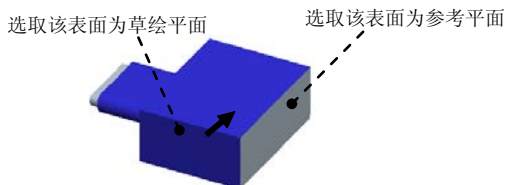
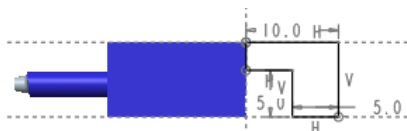

图 31.74 定义草绘平面
图 31.75 截面草图
Step12. 编辑斜导柱滑块 1。在模型树中选择装配体 **PHONE_COVER_MOLD.ASM** 节点下的 **SLIDE VOL 1.PRT** 并右击，在弹出的快捷菜单中选择 **拉伸** 命令；单击 **模型** 功能选项卡 **形状** 区域中的 **拉伸** 按钮，此时系统弹出“拉伸”操控板；右击，从弹出的菜单中选择 **定义内部草绘...** 命令；在系统 **选择一个平面或曲面以定义草绘平面** 的提示下，选取图 31.74 所示的表面为草绘平面，然后选取图 31.74 所示的表面为参考平面，方向为 **右**，然后单击 **草绘** 按钮，系统进入截面草绘环境绘制图 31.75 所示的截面草图，完成截面的绘制后，单击“草绘”操控板中的“确定”按钮 **✓**；在操控板中选取深度类型 **到选定的**，选取草绘平面的背面为拉伸终止面；在“拉伸”操控板中单击 **✓** 按钮，完成特征的创建；选择下拉菜单 **文件** **→ X 关闭(C)** 命令；单击 **应用程序** 功能选项卡 **工程** 区域中的“模具布局”按钮 **模具布局**，此时系统弹出“模具型腔”菜单，在下拉菜单中选择 **Cavity Pocket (型腔腔槽)** **→ Pocket CutOut (腔槽开孔)** 命令，系统弹出“选择”对话框，根据系统 **选择要对其执行切出处理的零件** 的提示，选取图 31.76 所示的斜导柱滑块，单击 **确定** 按钮；再根据系统 **为切出处理选择参考零件** 的提示，选取图 31.76 所示的型腔上的滑块，单击 **确定** 按钮，在系统弹出的“选项”菜单中，选择 **Done (完成)** **→ Done/Return (完成/返回)** 命令；再次单击 **应用程序** 功能选项卡 **工程** 区域中的“模具布局”按钮 **模具布局**，关闭对话框。